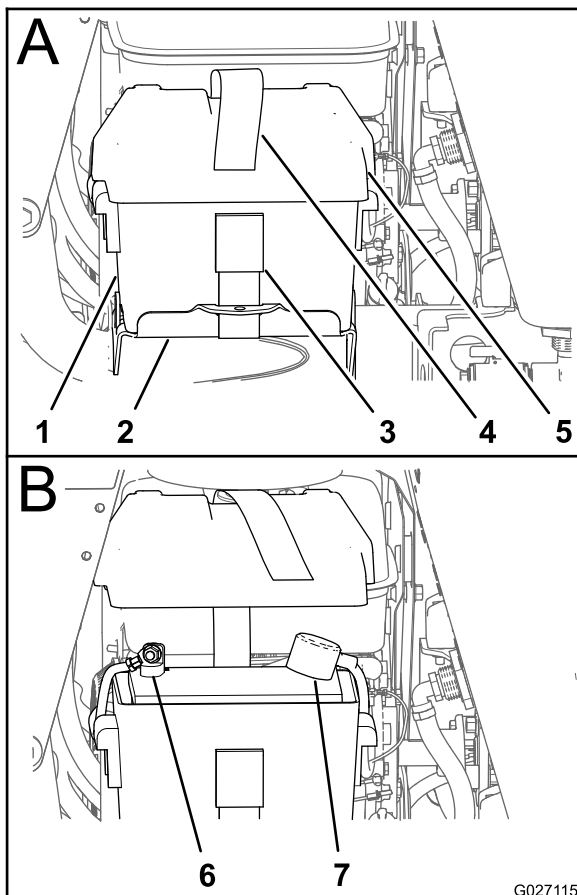

Figure 4
1. Sortez la batterie de son bac (Figure 4).
2. Reliez le câble négatif à la borne négative (-) de la batterie avec un boulon à embase et un écrou à embase (Figure 4).
3. Placez le couvercle sur le bac de la batterie et fixez le couvercle et le bac sur le support de la batterie à l'aide de la sangle (Figure 4).